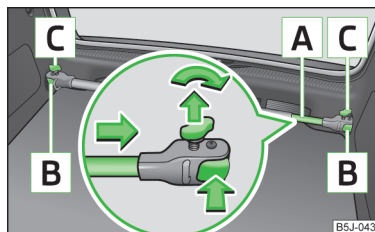

Fig. 54
- Slăbiți și extrageți puțin șuruburile de siguranță **C** » fig. 54, astfel se debrichează elementele de susținere **B**.